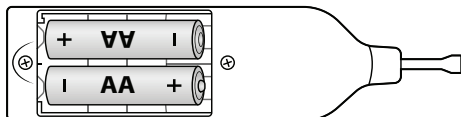

Fig. 1
- ◆ Inserire le pile nel fonditore di cera **1** come indicato nel vano pile **4** (vedere fig. 1).